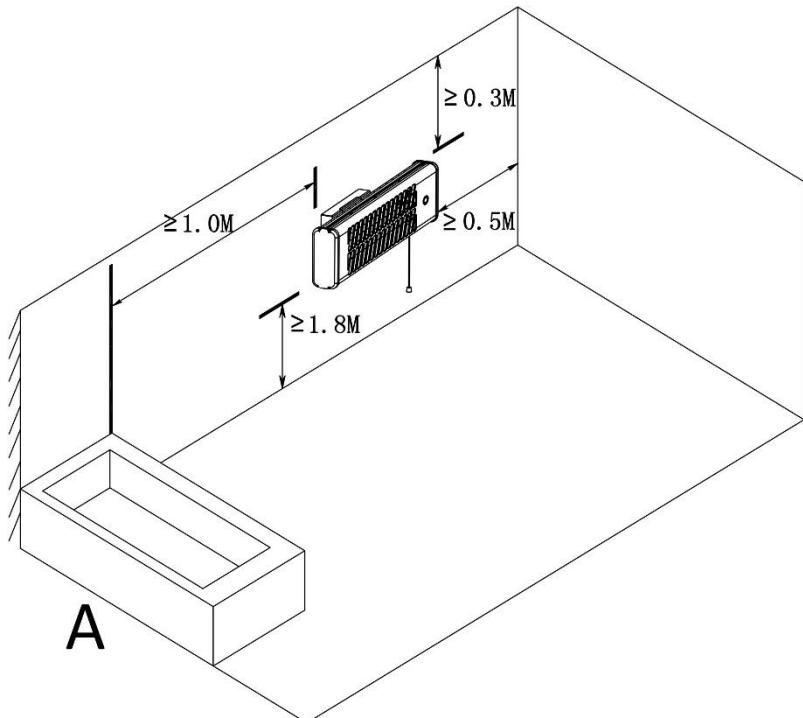
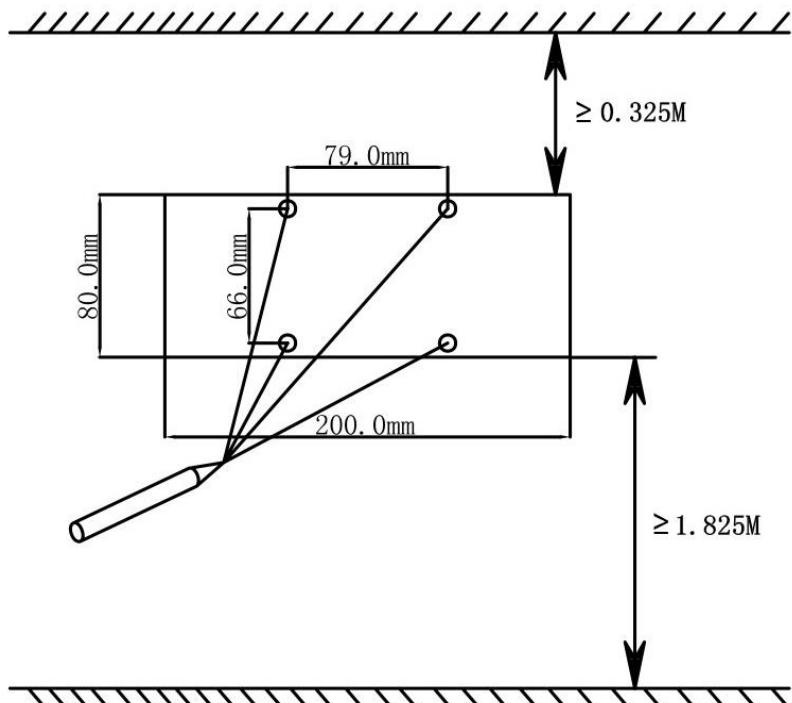

Fig. 3
Fig. 4
20. Tenere una distanza di sicurezza in base agli standard europei e alle norme nazionali indicate in Fig. 3.
2. Il radiatore al quarzo deve essere installato esclusivamente in posizione orizzontale. Non installarlo sul soffitto o in posizione verticale. Durante l'installazione, rispettare le distanze minime indicate in Fig. 3. Il radiatore deve essere installato ad almeno 1800 mm di distanza dal pavimento, 300 mm dal soffitto e 500 mm dalle pareti laterali.
- Individuare la posizione più appropriata per non bloccare l'accesso all'interruttore e all'interruttore a corda, rispettando sempre le distanze di sicurezza indicate in Fig. 3. Segnare i fori di fissaggio del radiatore alla parete. Effettuare le misurazioni utilizzando la Fig. 4 come riferimento. Per una foratura più precisa, contrassegnare il centro dei fori con una croce (Fig. 4).